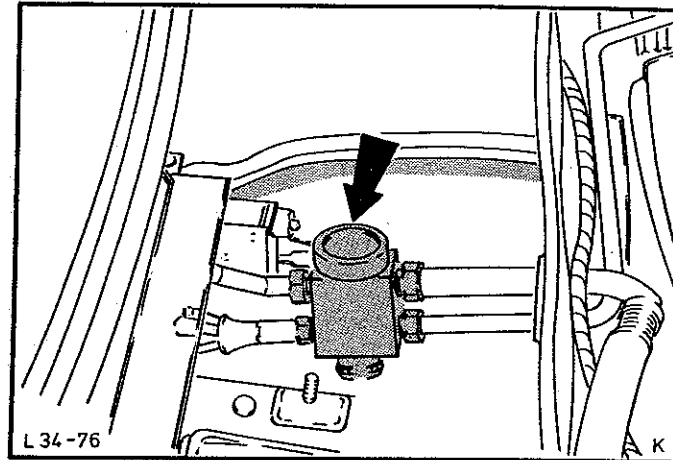

Abb.40 Ausdehnungsventil ausbauen
4. Ausdehnungsventil komplett ausbauen, (4 Anschlüsse), Abb.40.